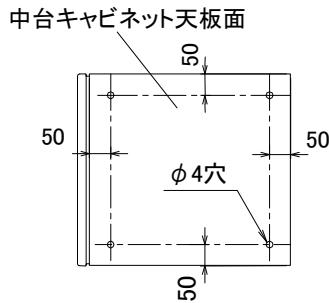

図3
- ③中台キャビネット天板に下穴(Φ4穴)を加工してください。(図3)